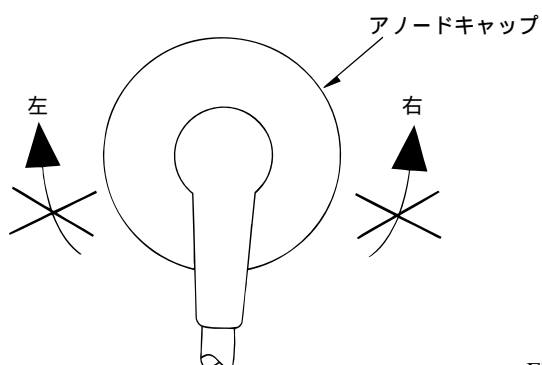

Fig. 3-1
- (1) アノードキャップは、装着後回転させると外れの原因となります。従って、高圧ケーブルの配線処理は、アノードキャップ挿入前に行う事。(Fig 3-1参照)
- (2) 高圧ケーブルの配線処理を行わず、うっかりアノードキャップを取り付けてしまった場合は、アノードキャップを回転させない様十分注意して、リード線処理を行って下さい。